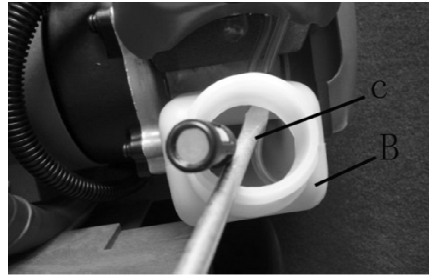

Fig.17
1. Détacher le bouchon de réservoir et retirer le filtre de carburant (C) en dehors du réservoir(B). Utiliser un morceau de fil (C) avec un crochet formé à la fin pour tirer le filtre en dehors du réservoir. (Fig.17)